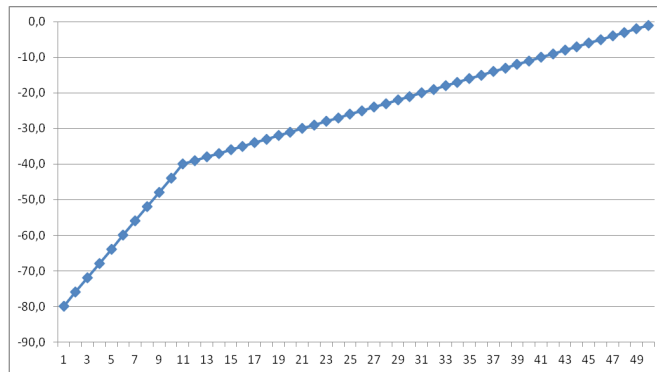

fig. 1
1. Volume Scale #1 – This setting is thought for general loudspeaker (fig. 1)
1. Curva #1 – Questa curva è adatta per i diffusori con efficienza normale (fig. 1).